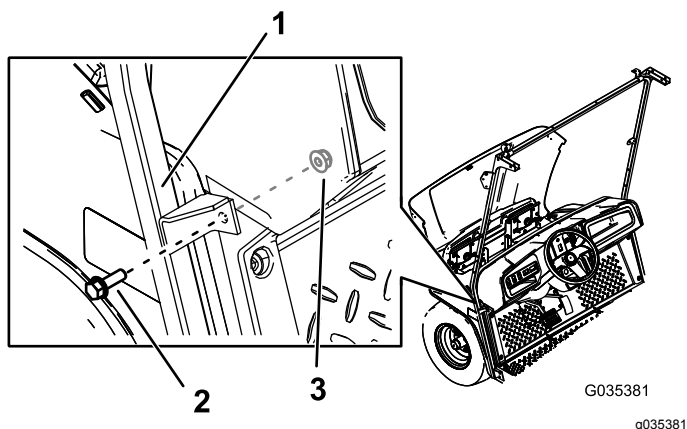

Рисунок 5
4. Прикрепите средний кронштейн опоры ветрового стекла к машине при помощи 2 болтов с шестигранной головкой и фланцем (5/16 x 1 дюйм), вставленных в просверленные отверстия, и 2 гаек (5/16 дюйма) (Рисунок 5).